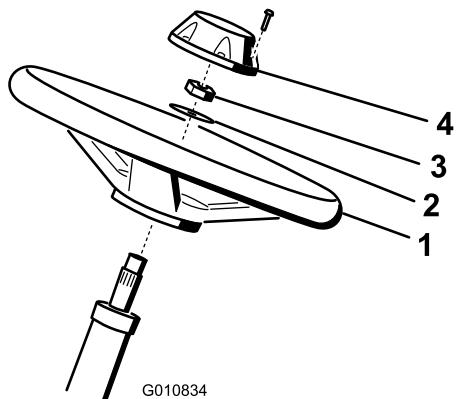

Figura 5
1. Faça deslizar o volante para a coluna de direção (Figura 5).
2. Faça deslizar a anilha para a coluna de direção (Figura 5).
3. Fixe o volante na coluna com uma porca de bloqueio e aperte-a com 27–35 N m (Figura 5).
4. Instale a tampa no volante e fixe-a com 6 parafusos (Figura 5).